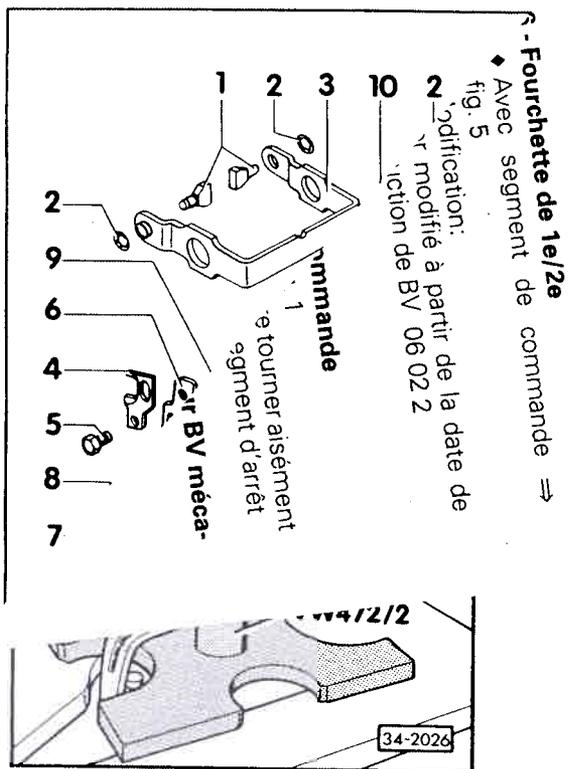

Fig. 3 Bague intérieure du roulement à billes: dépose
- ◆ Dépose ⇒ fig. 3
- ◆ Emmanchement à la presse ⇒ fig. 3